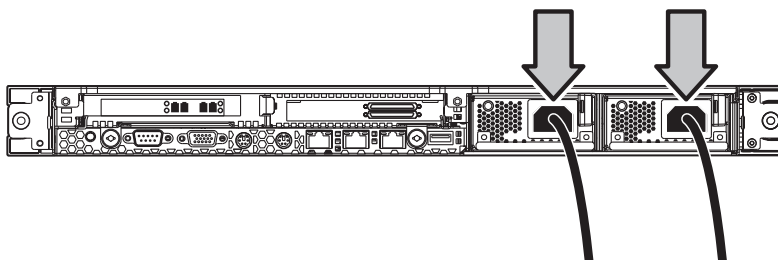

図 23. AC電源へのノード電源装置の接続
4. ノード電源装置のAC電源コネクタを、付属の電源ケーブルを使用して2つの別々のAC電源に接続します (図 23)。